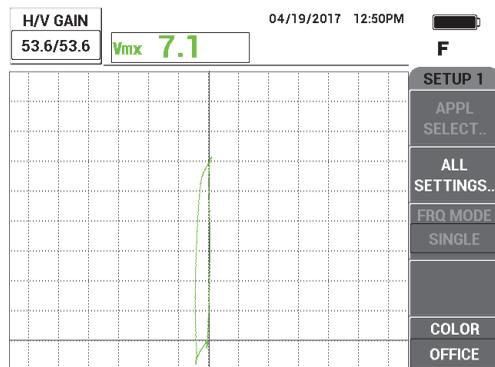

Figura 5-237 Ajuste de ganancia
4. Pulse la tecla GAIN (**dB**); después, aumente la ganancia hasta que la señal del defecto alcance 6 divisiones verticales hacia arriba (en altura). Vea la Figura 5-237 en la página 320.